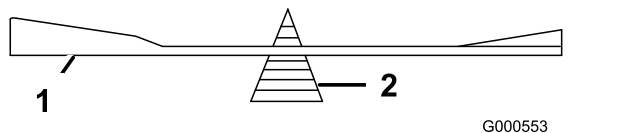

Figure 62
2. Vérifiez l'équilibre de la lame en la plaçant sur un équilibre (Figure 62).